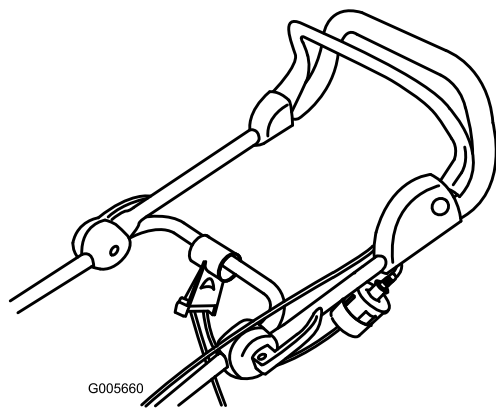

Figure 13
2. Branchez la rallonge à la prise de la tondeuse (Figure 13).